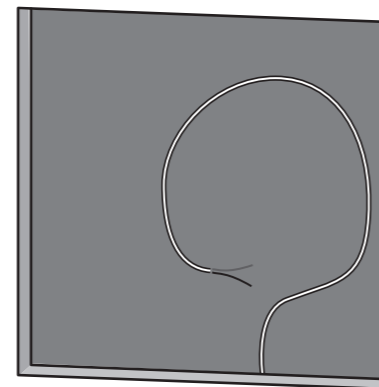

Fig. 13. Speaker Wire
3. Führen Sie das Lautsprecherkabel von Ihrem Verstärker zu dieser Stelle, und lassen Sie dabei genügend Spiel, um die Verbindung zu ermöglichen (Abb. 13).